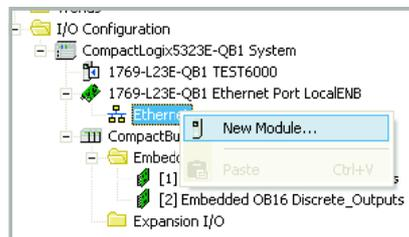

Figure 84 Nouveau module
1. Dans l'arborescence du volet gauche de la fenêtre RSLogix 5000, cliquer droit sur le symbole EtherNet et sélectionner « Nouveau module... » dans le menu (Figure 84).